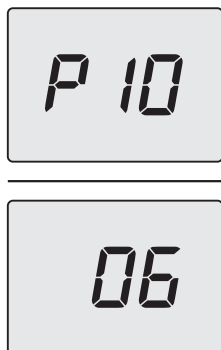

Figura 5.58
- Scorrere i vari parametri utilizzando i tasti 17 (indietro) o 19 (avanti) fino a far apparire sul display LCD le lettere **P10** che si alternano con il valore del parametro (Figura 5.58).